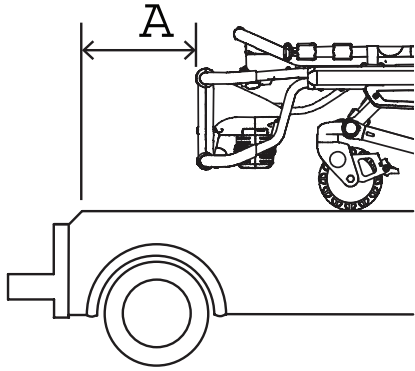

Figura 4 – Distancia del marco de la puerta a la camilla (A)
1. Seleccione la distancia que desee dejar del marco de la puerta a la camilla (A) (Figura 4).
2. Mediante la tabla siguiente, elija su sección de acuerdo con la distancia escogida del marco de la puerta a la camilla (A).